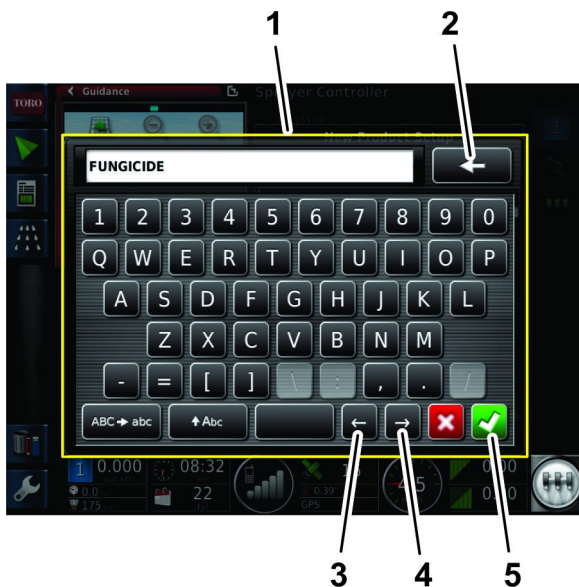

Figure 29
8. Appuyez sur l'icône PRODUCT NAME, saisissez le nom de produit à l'aide du clavier de l'affichage, puis appuyez sur l'icône de confirmation (Figure 29).